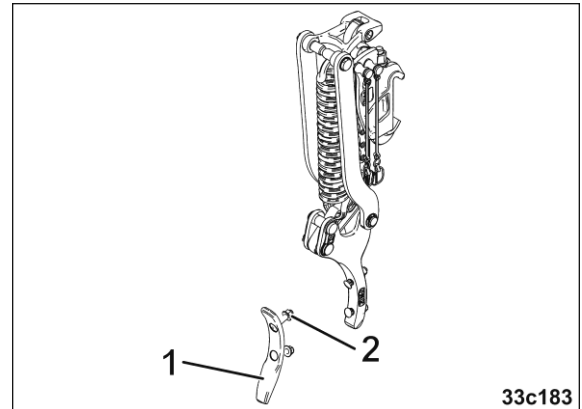

Fig. 166
1. Løsn møtrikkerne (Fig. 166/2).
2. Udskift sporløsnerskærspidserne (Fig. 166/1).
3. Spænd møtrikkerne (Fig. 166/1).